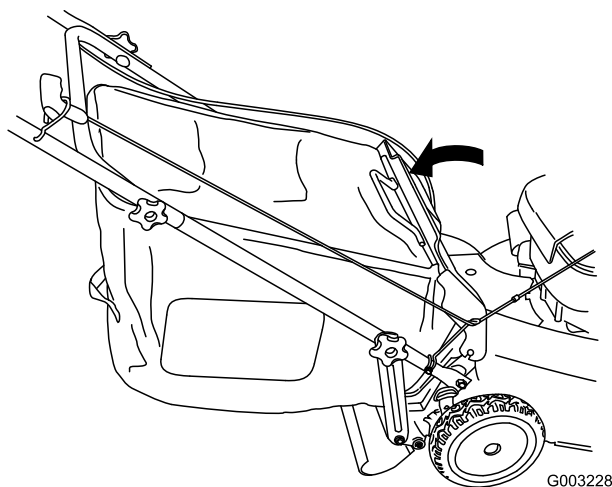

Figura 37
5. Abbassate lo sportello posteriore (Figura 37).